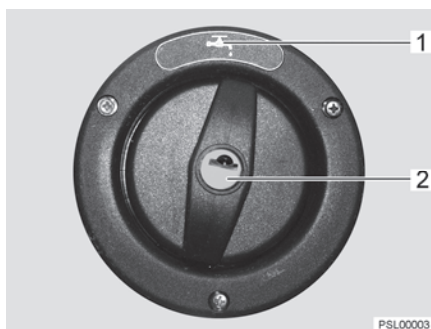

Fig. 71 Coperchio per bocchettone di riempimento dell'acqua potabile
Il bocchettone di riempimento dell'acqua potabile è contrassegnato dal simbolo "H₂O" (Fig. 71,1). Il coperchio viene aperto e chiuso con la chiave per le serrature degli sportelli esterni.
- Inserire la chiave nel cilindro della serratura (Fig. 71,2) e ruotare in senso antiorario di un quarto di giro.
- Aprire il bocchettone di riempimento dell'acqua potabile (Fig. 71).